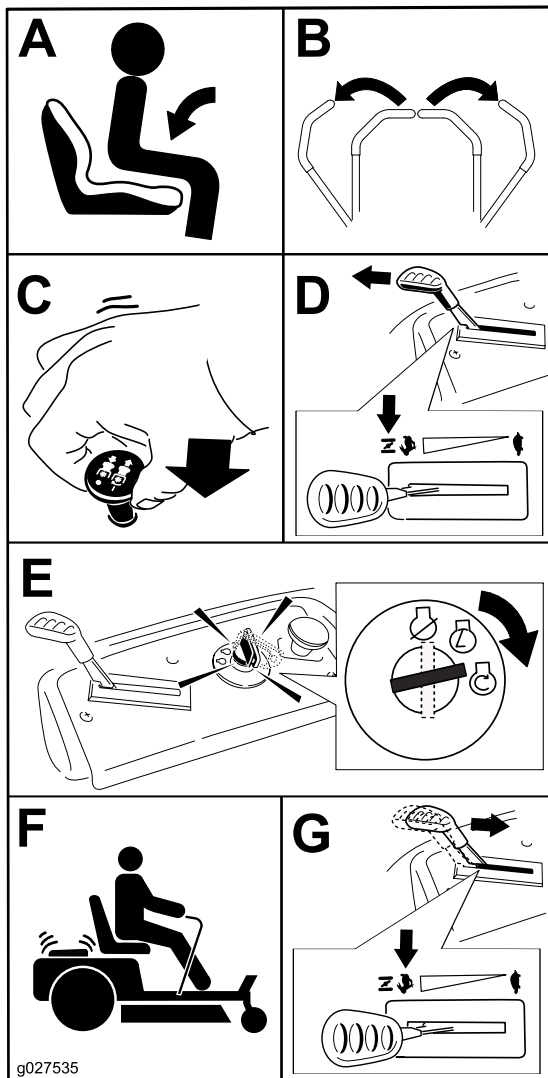

Figura 17
**Nota:** Puede ser necesario sujetar la palanca contra el tope, en la posición Estárter, mientras intenta arrancar el motor (Figura 17).
1. Desengrane las cuchillas moviendo el mando de control de las cuchillas a la posición de DESENGRANADO (Figura 17).